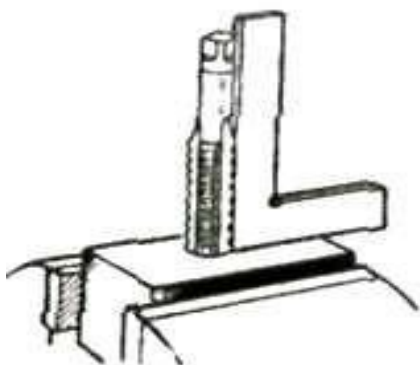

Рис.1
- подобрать метчики в соответствии с требованиями чертежа (Рис.1);